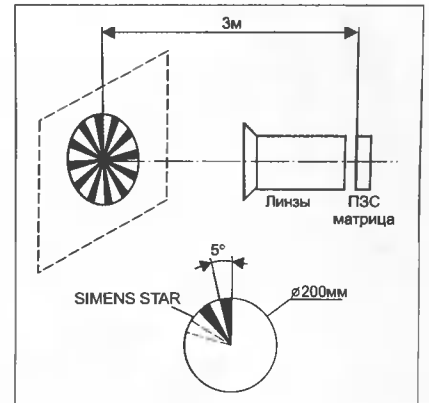

Рис. 24
- Установить картинку для регулировки ручной фокусировки (Back Focus) и камеру как показано на рис. 24;